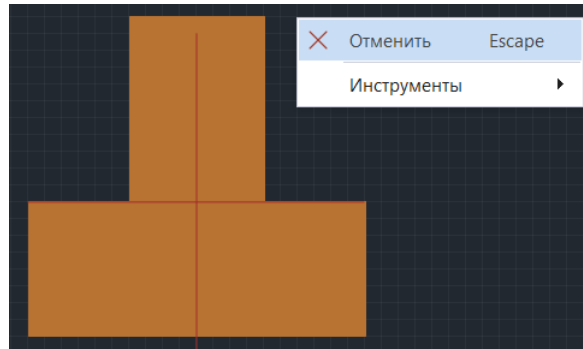

Рис. 53 Закрытие графического
7. Выйти из инструмента, используя инструмент из контекстного меню «Отменить», см. Рис. 53.